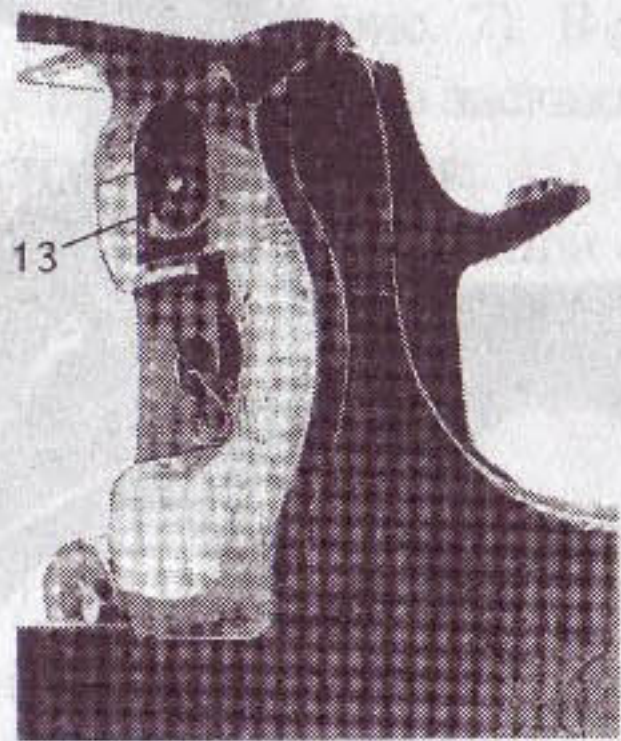

Рис. 47. При спущенном курке (без нажатия на спуск) казенник (13) отведен назад и утоплен в рамке
- ◆ *Казенник* давлением на его выступ передней плоскостью ползуна повернут на оси, его головка отведена назад и утоплена в рамке (рис. 47).